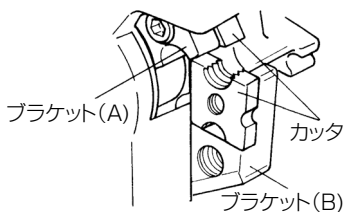

図 5
- (1) スイッチを軽く引いて、ブラケット(A)を動かし、図5に示すようにカッタが開いた状態で停止させます。